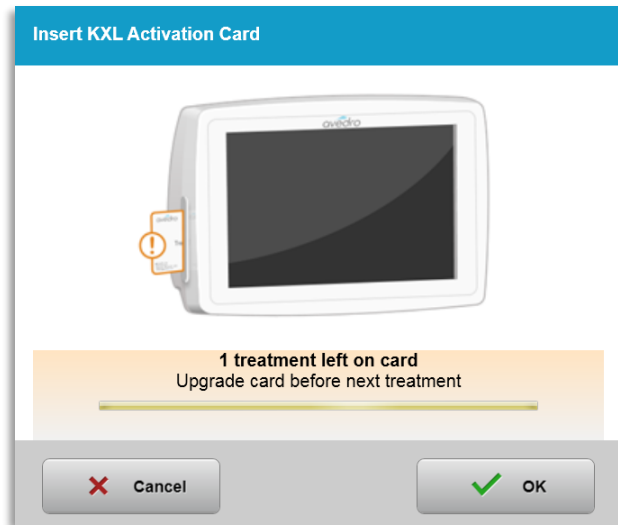

Figura 3-11. Balance de tratamientos en la tarjeta
- Se alertará al usuario de que solo queda 1 tratamiento en la tarjeta, tal como se muestra en la figura 3-11.
- Si a la tarjeta de tratamientos le queda un solo tratamiento, el sistema mostrará el mensaje "Actualice la tarjeta antes del siguiente tratamiento" (Upgrade card before next treatment), como se muestra en la figura 3-11.